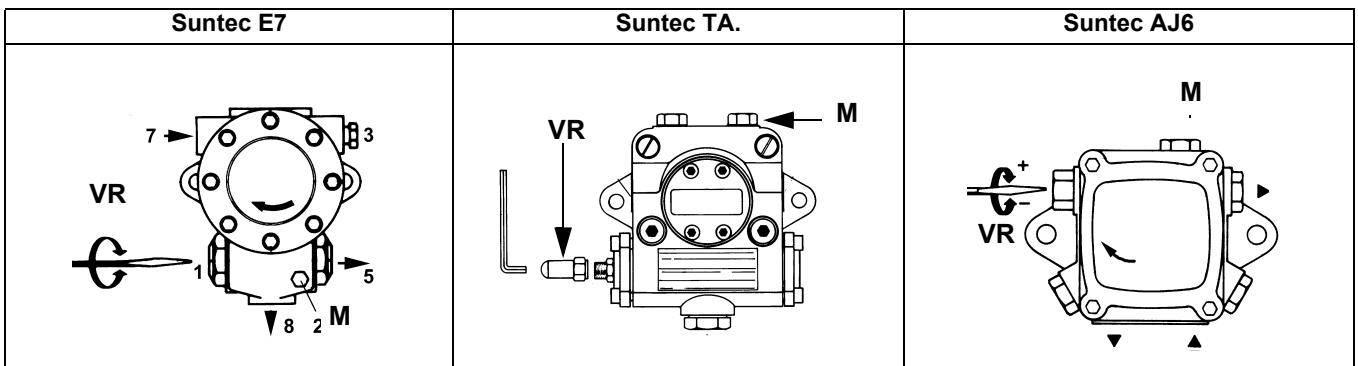

Рис. 9
- Для создания кривых соотношения "топливо - воздух", обратиться к прилагаемым инструкциям на менеджер горения LMV. Давление питания форсунки уже отрегулировано заранее на заводе-изготовителе и не должно изменяться. Только в случае необходимости, отрегулировать давление питания (см. соответствующий параграф) следующим образом: установить манометр в положение, указанное, воздействовать на регулировочный винт **VR** насоса (см. Рис. 9) до получения на форсунке давления в 20бар ;